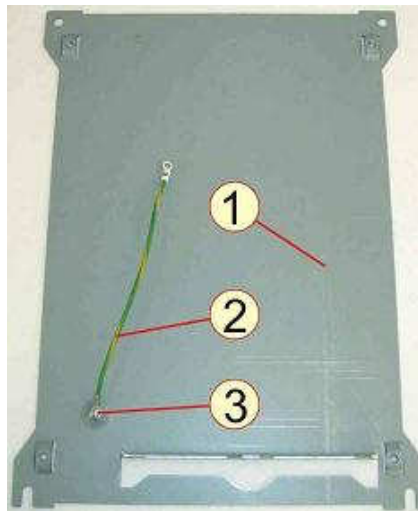

Рис.7.26
7.15.1. Взять опорную панель, установить на рабочий стол, закрепить наконечник (без маркировки) заземляющего провода 2 винтом 3 (рис.7.26), если провод был снят.